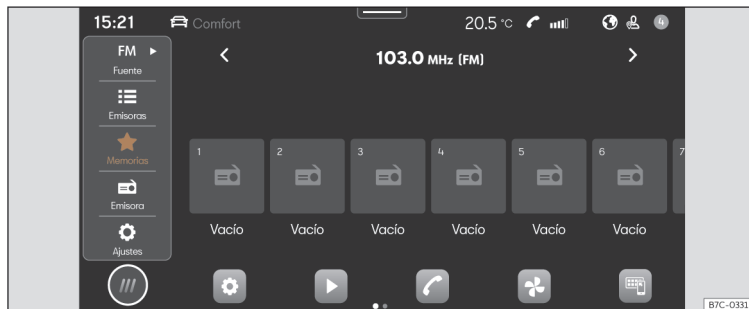

Fig. 152 Representación esquemática: Vista Radio.
- Pulse **HOME** > >>> **fig. 152**.